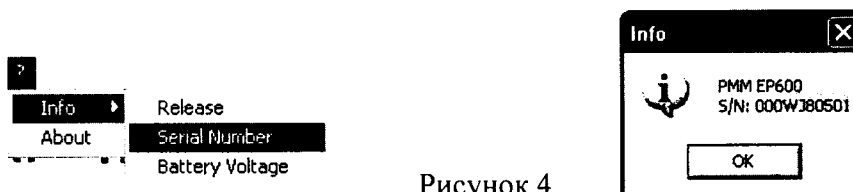

Рисунок 4
8.2.8 Последовательно нажать виртуальные кнопки «?» (Справка), «info» (информация) «Serial Number» и наблюдать серийный номер пробника EP-60x (рисунок 4).